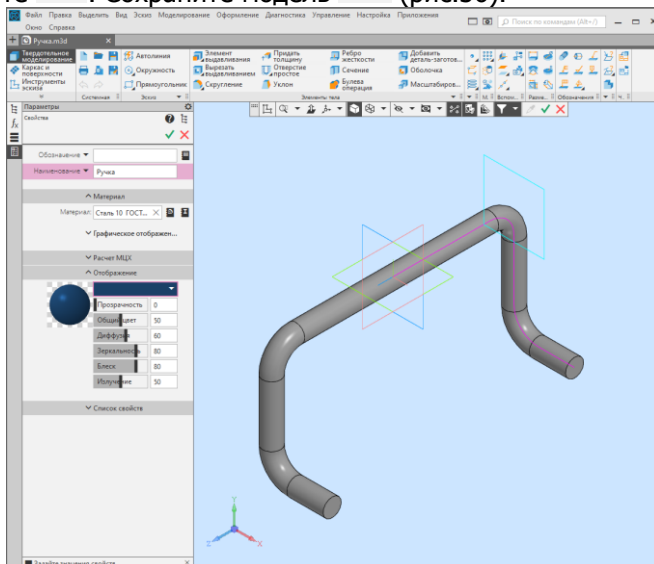

Рис. 35.
8. Определим свойства модели и изменим цвет (рис.35).
6. В окне **Переменные**  раскройте раздел **Спираль:1**. Введите с клавиатуры для переменной **v34** выражение **Diam**. Переменная **Diam** и ее значение появятся в разделе главных переменных (рис.35).